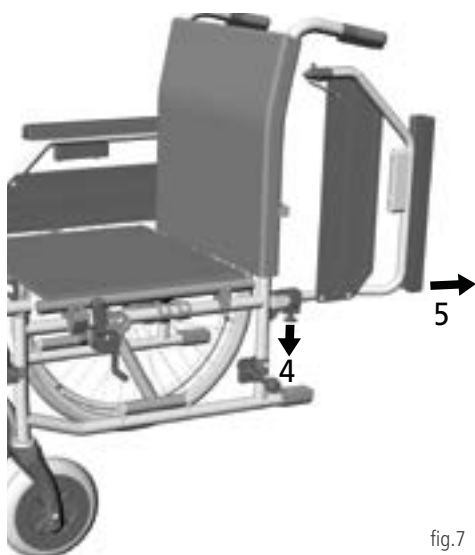

fig.7
2. Spingere il perno posteriore del dispositivo di bloccaggio verso il basso (4, fig. 7)